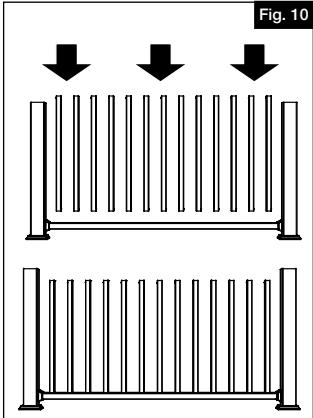

Fig. 10
- b. Empuje todos los barrotes en el travesaño inferior (Fig. 10).
**NOTA:** Los travesaños superiores Finyl Line están reforzados con un canal de aluminio. Compruebe el interior de su travesaño superior antes de la instalación. Si utiliza una forma que no sea una "H" mayúscula, asegúrese de orientar ese travesaño de manera que la parte larga del aluminio esté orientada hacia el interior de la plataforma (Fig. 10).